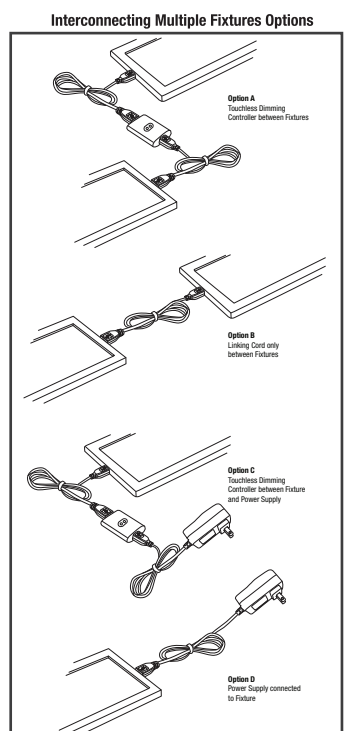

Figure 3
Step 3: Attach Fixtures & Touchless Dimming Controller: Attach fixture to mounting brackets by snapping into place. Attach Touchless Dimming Controller to cabinet surface using double faced tape. **(Note: Touchless Dimming Controller can be placed before, between or after light(s)).** It will control all connected lights. The maximum distance between light and Touchless Dimming Controller is 60cm (24 inches). See Interconnecting Multiple Fixtures section, Figure 3 for options). Connect Touchless Dimming Controller to fixture with linking cord. Linking cords can only be attached in one way as each connector has a different end. **DO NOT FORCE CONNECTOR INTO SOCKET.** Connect 5' Power Cord to the proper end of the Touchless Dimming Controller. Plug in Power Cord to a 15A circuit grounded outlet. **Warning: Do not conceal power supply cord inside a wall, ceiling, soffit, kitchen cabinet, or similar permanent structure. Do not run the power supply cord through holes in walls, ceilings or floors.**
Étape 3 : Fixer les luminaires et le gradateur sans contact : Fixer le luminaire aux supports de montage en l'enclenchant en place. Fixer le gradateur sans contact à la surface de l'armoire à l'aide du ruban adhésif double-face. (Remarque : Le gradateur sans contact peut être placé avant, entre ou après la (les) luminaire(s). Il commandera tous les luminaires connectés. La distance maximale entre la lampe et le gradateur sans contact est de 60 cm (24 pouces). Voir la section Interconnexion de plusieurs luminaires, Figure 3 pour les options). Connecter le gradateur sans contact au luminaire avec le câble de liaison. Les câbles de liaison ne peuvent être connectés que d'une manière car chaque connecteur dispose d'une extrémité différente. **NE PAS FORCER LE CONNECTEUR DANS LA PRISE.** Connecter le câble d'alimentation de 1,5 m (5 pi) à l'extrémité appropriée du gradateur sans contact. Brancher le câble d'alimentation sur une prise connectée à un circuit de 15 A mis à la terre. **Attention : Ne pas dissimuler le cordon d'alimentation à l'intérieur d'un mur, d'un plafond, d'un soffite ou d'une autre structure permanente de ce type. Ne pas acheminer le cordon d'alimentation à travers des trous dans les murs, plafonds ou planchers.**
chaque connecteur dispose d'une extrémité différente. **NE PAS FORCER LE CONNECTEUR DANS LA PRISE.** Voir la Figures 3 pour les options. Suivre les instructions d'installation des luminaires indiquées ci-dessus. Le câble de liaison doit être installé avec un peu de mou pour que les connecteurs électriques ne soient pas sollicités en aucune manière. Utiliser des attaches pour câble (non inclus) pour garder le câble attaché en toute sécurité à la surface de montage. **AVERTISSEMENT :** Ne pas utiliser le câble de liaison comme moyen d'activer et de désactiver les luminaires. Ne pas connecter de luminaires d'autres fabricants ou d'autres luminaires de marque Westek à ce luminaire.